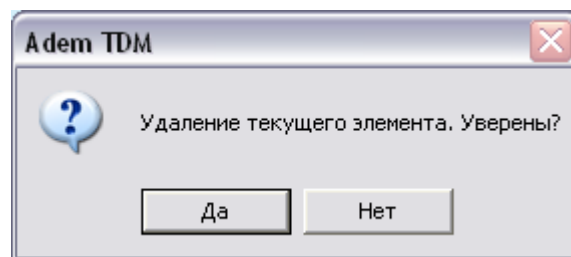

Рис. 34. Окно сообщения «ADEM CAPP». «Удаление объекта ВД».
3. В окне сообщения (см. Рис. 34) нажмите кнопку **Да** – удалить выбранный объект или кнопку **Нет** - не удалять выбранный объект.